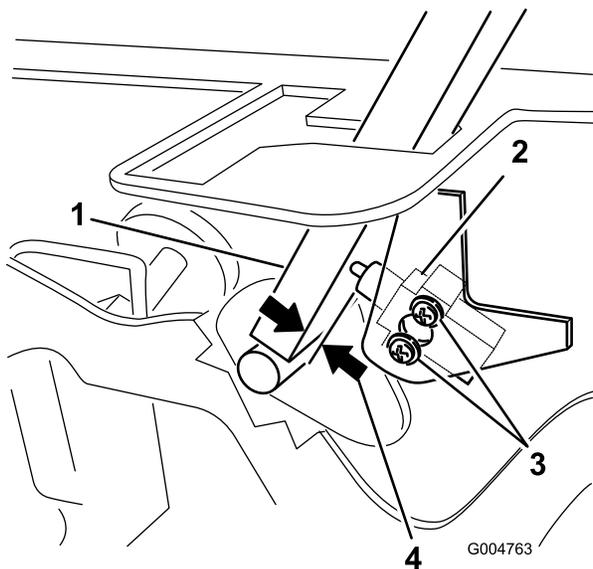

Figure 47
3. Desserrez les 2 vis de fixation du contacteur de sécurité (Figure 47).
4. Maintenez le levier de commande contre le cadre et rapprochez le contacteur du levier jusqu'à ce qu'ils soient espacés de 0,4 à 1 mm, comme montré à la Figure 47.